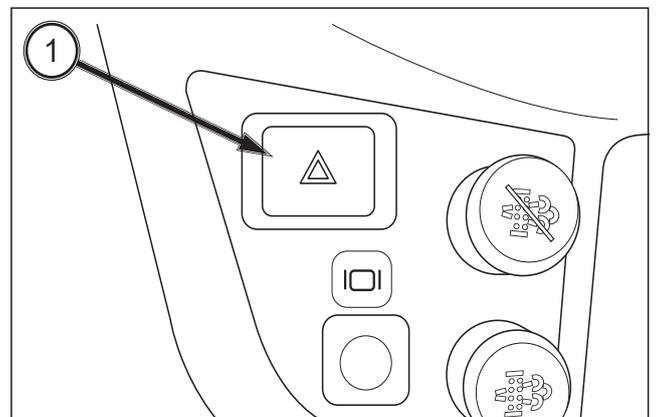

FIG. 41
FIG. 41: Interruptor de las luces de emergencia (1): pulse el interruptor para encender las luces de emergencia. Las luces direccionales del lado izquierdo y del lado derecho funcionarán al mismo tiempo.